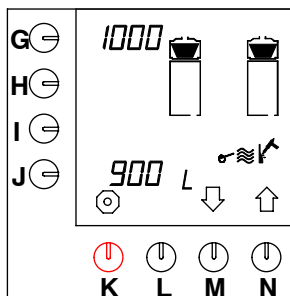

Fig. 18 Contador de eliminação de cal do sistema de preparação de café
- O contador de eliminação de cal aparecerá no visor. Consulte a fig. 18 .
- No visor (fig. 18 ) ao lado da tecla de programação (G.) será exibido o número de litros de café após o qual será necessária a eliminação de cal.